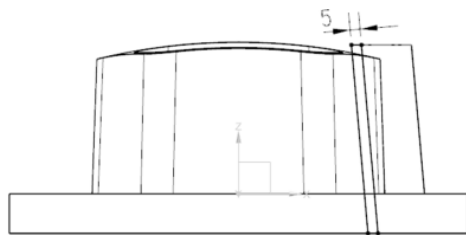

图 14-15 创建截面
(31) 单击“拉伸”按钮 ，在【拉伸】对话框中单击“绘制截面”按钮 ，选取 ZOX 平面为草绘平面，绘制一个截面，如图 14-15 所示。